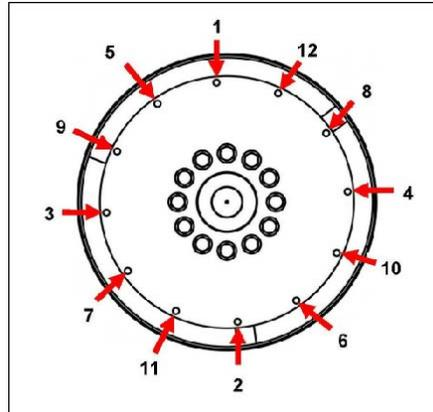

ABBILDUNG 22. REIHENFOLGE DER BEFESTIGUNG
10. Die Ausrichtungsstifte entfernen. Die Kupplungsschrauben unter Verwendung von Hochlast-Unterlegscheiben unter den Köpfen anbringen. Kupplungsbefestigungsschrauben am Schwungrad in der Reihenfolge festziehen wie dargestellt in Abbildung 22 auf Seite 44.